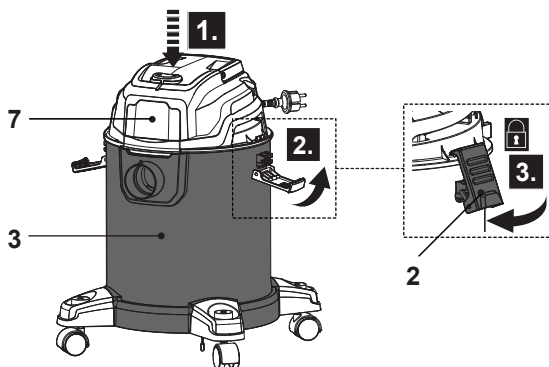

Fig. 9
- > Coloque la unidad del motor (7) con la funda de espuma (17) en el depósito (3) y fíjela con las abrazaderas de plástico (2) (Fig. 9). Compruebe que la unidad del motor encaja bien en el depósito y que la conexión esté bien sellada.